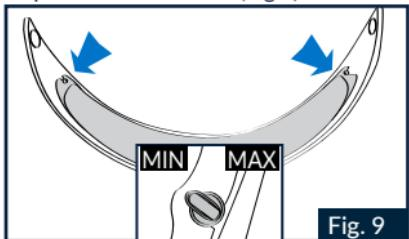

Fig. 9
1.2 Assicurarsi che la superficie interna della visiera sia pulita e verificare che le leve esterne di regolazione dei perni siano disposte verso l'interno (Fig.9).
Verificare il corretto montaggio del visierino interno PINLOCK® aprendo e chiudendo la visiera e controllando che non ci sia movimento relativo tra di loro. Qualora il visierino interno PINLOCK® non fosse ben fissato alla visiera, agire contemporaneamente su entrambe le leve esterne di regolazione facendole ruotare verso l'alto, in modo graduale e senza eccedere, per aumentare il tiraggio (Fig.9). Il massimo tiraggio si ottiene quando le leve esterne di regolazione dei perni si trovano disposte verso l'esterno.